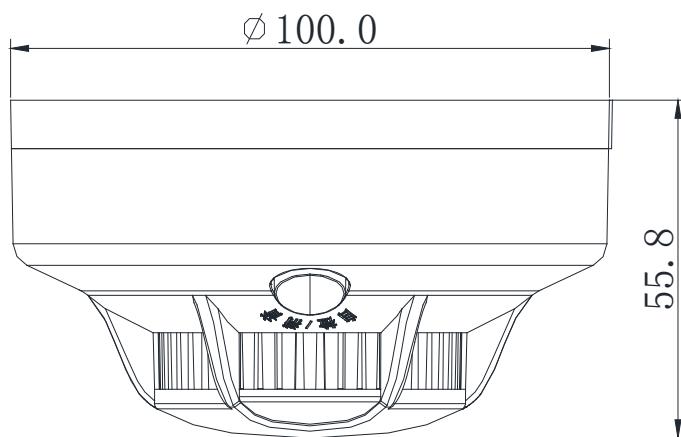
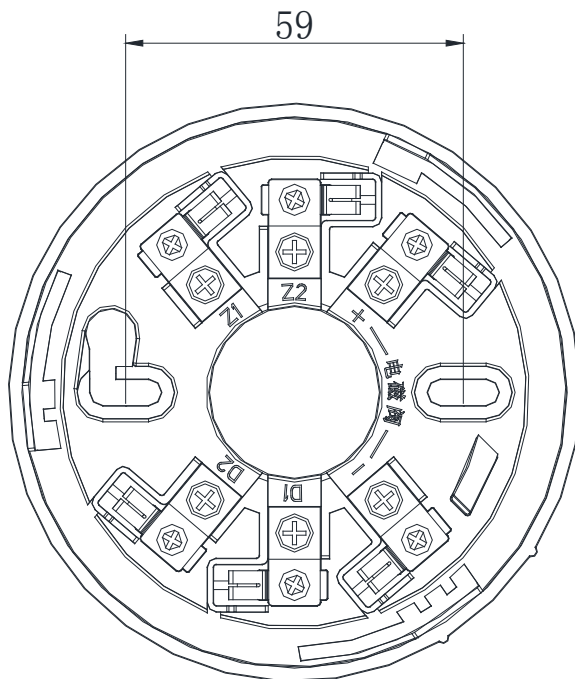

图 1 TR3120 外形示意图
图 2 TR3120 安装尺寸示意图
- 4.1 气体探测器的外形尺寸及安装尺寸示意图如图 1、图 2 所示